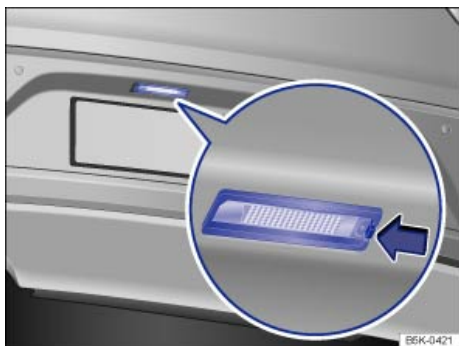

Fig. 294 En el paragolpes trasero: luz de la matrícula.
2.	Presione la pestaña de encastre de la luz de la matrícula en el sentido de la flecha ⇒ fig. 294.